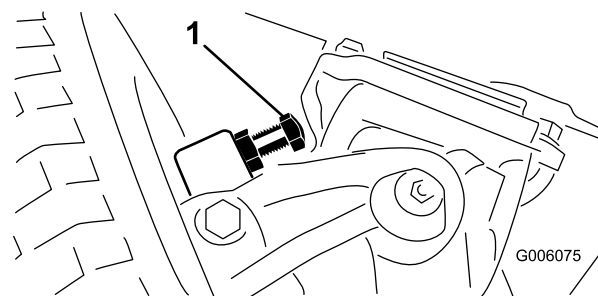

図 60
1. すきまが、2.286 mm になるよう、ボルトを締め込み、あるいはゆるめて調整します(図 60)。